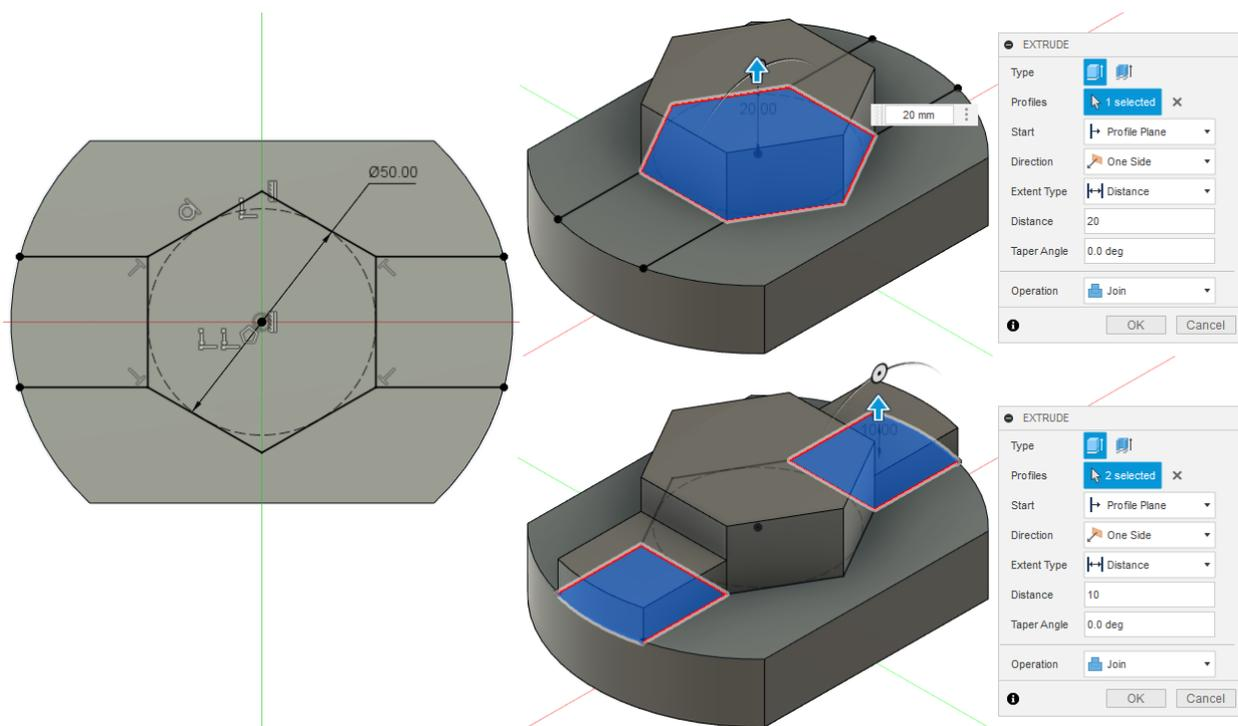

Рис. 4.7. Ескіз №2 та його видавлювання
2. На верхній грані створеної основи побудуйте ескіз. Даний ескіз містить два контури (шестикутник у центрі і прямокутні ділянки по боках), які потрібно видавити на різні відстані. За допомогою інструменту Extrude витягніть контур шестикутника на висоту 20 мм та натисніть ОК. Ще раз виберіть створений ескіз для витягування контурів зліва і справа шестикутника на висоту 10 мм (рис. 4.7).